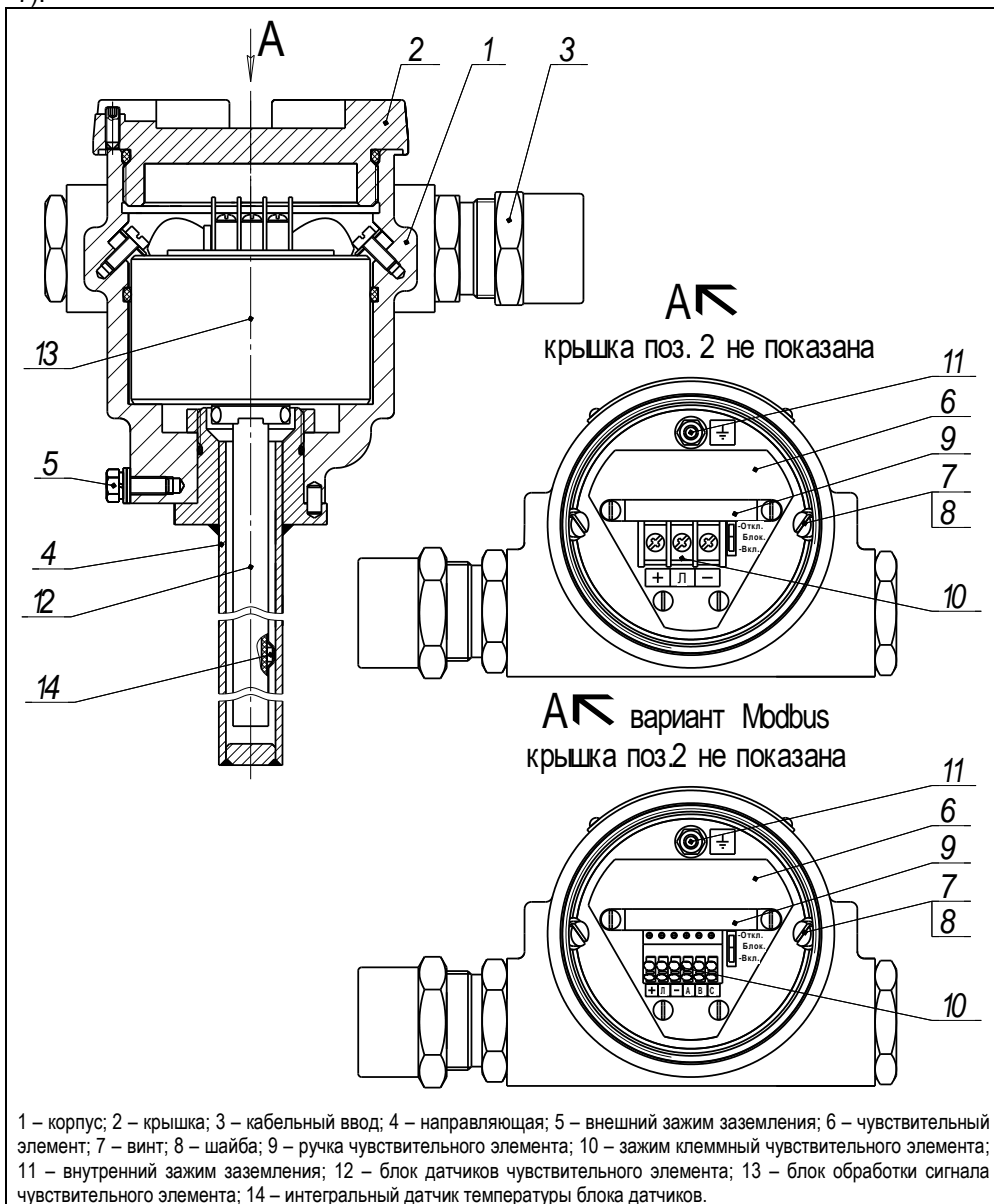

Рисунок 8
1.5.1 Корпус 1 преобразователя с крышкой 2, кабельными вводами 3 и направляющей 4 образуют взрывонепроницаемую оболочку преобразователя (см. рисунок 8). На направляющей устанавливаются устройство крепления, защитная оболочка (при наличии), поплавки и ограничители хода поплавков (см. рисунки 1, 5 – 7).
Оболочка на корпусе имеет наружный зажим заземления 5 (см. рисунок 8).